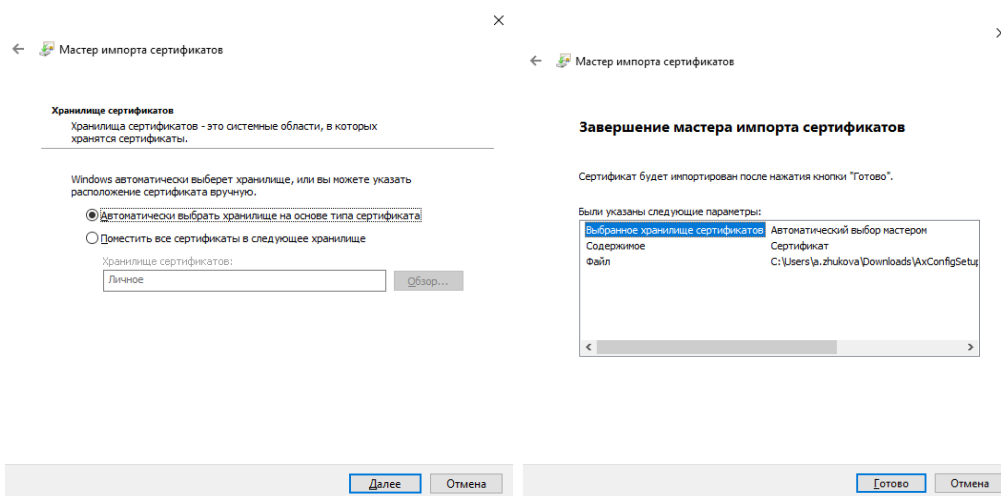

Рисунок 22 – Выбор хранилища сертификата
11. Выберите пункт «Автоматически выбрать хранилище на основе типа сертификата». Нажмите кнопку «Далее», затем нажмите кнопку «Готово» (см. рисунок 22).